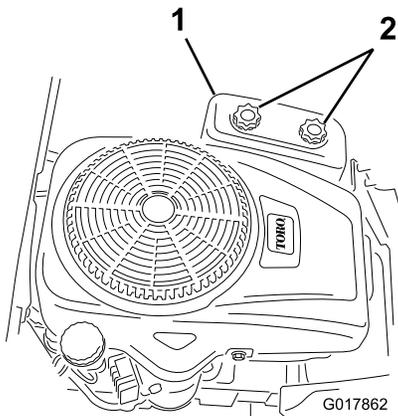

Figura 27
4. Retire la tapa del limpiador de aire desenroscando los 2 pomos (Figura 27).
3. Instale la tapa del limpiador de aire y apriete los 2 pomos (Figura 27).